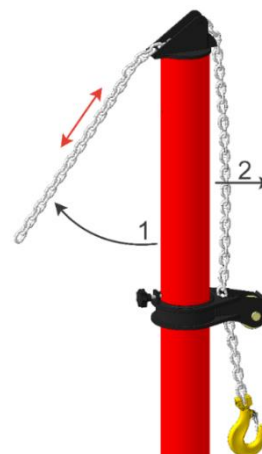

Рисунок 66
- Натяните цепь под углом 45° (1), ослабьте цепь в подъемной части силового устройства (2) и выберите требуемую длину (рисунок 66).